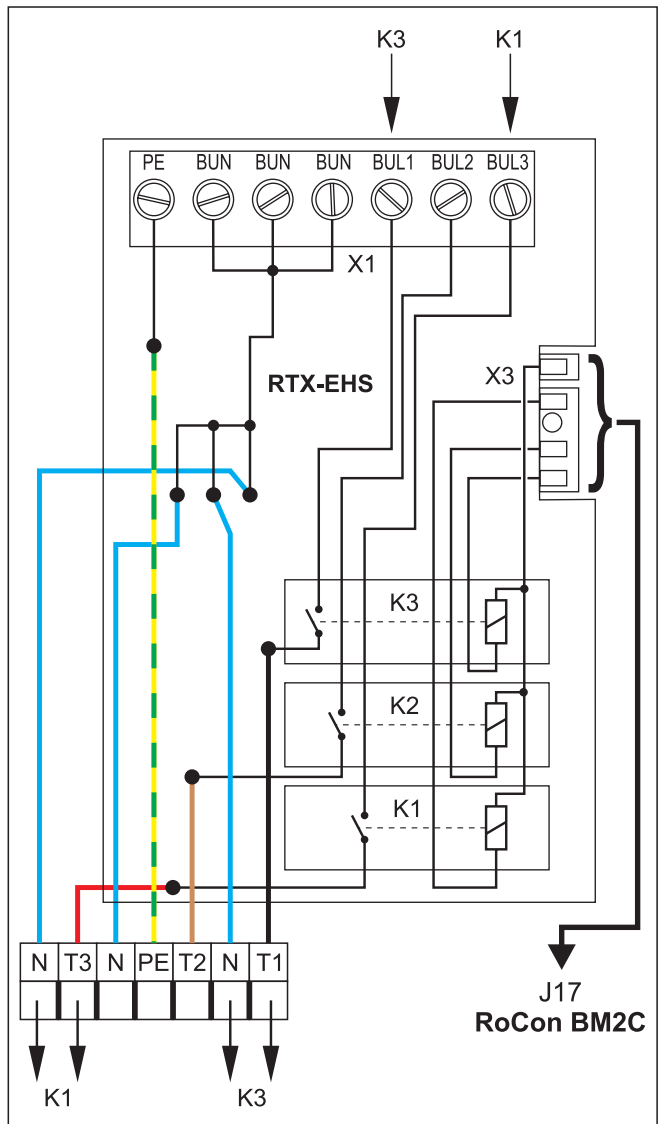

Bild 4-38 Anschluss auf Schaltplatine RTX-EHS
Die Anforderung des externen Wärmeerzeugers wird über ein Relais auf der Schaltplatine RTX-EHS geschaltet (siehe Bild 4-38). Der elektrische Anschluss an das Innengerät ist wie folgt möglich;
- 3 Geeignete Anschlüsse auf der Schaltplatine RTX-EHS des Anschlusssets herstellen (siehe Bild 4-38).